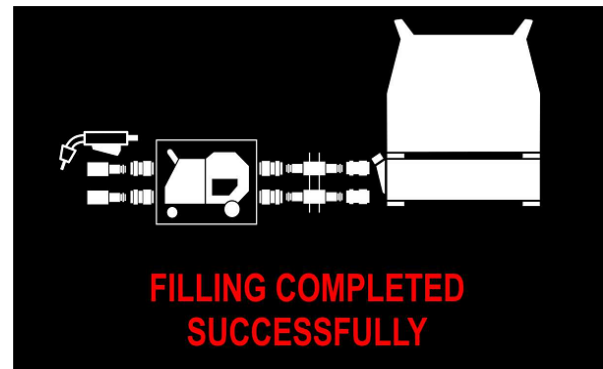

Рисунок 21
- После успешного завершения заправки (рисунок 21 или 29), система охлаждения переключится в АВТОМАТИЧЕСКИЙ режим.